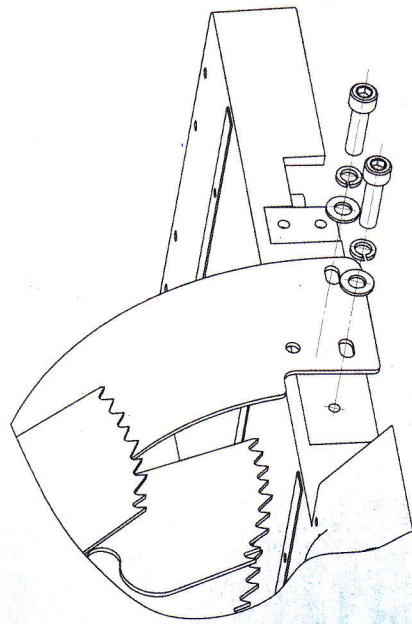

Рисунок 8
9. Кожух откидной, прикрепите к литой раме с помощью крепежных деталей (рисунок 8), при этом зазор между дисковой пилой и расклинивающим ножом должен быть равномерным и находиться в пределах 5 - 10 мм, а средняя плоскость ножа должна совпадать со средней плоскостью дисковой пилы в пределах  $\pm 0,5$  мм, что достигается переустановкой регулировочных шайб.